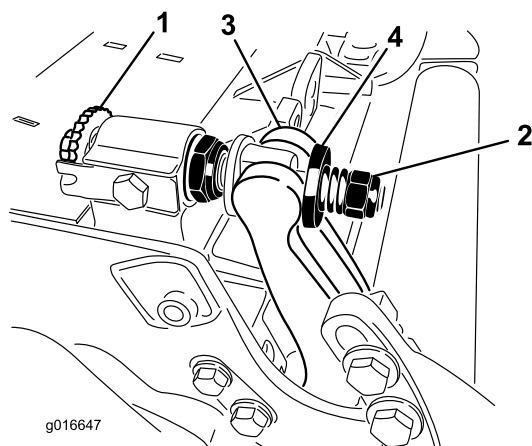

Рисунок 28
1. Поверните регулирующие ручки планки неподвижного ножа против часовой стрелки, чтобы отвести неподвижный нож от барабана (Рисунок 28).
2. Отверните гайку затяжки пружины, чтобы ослабить давление шайбы на планку неподвижного ножа (Рисунок 28).